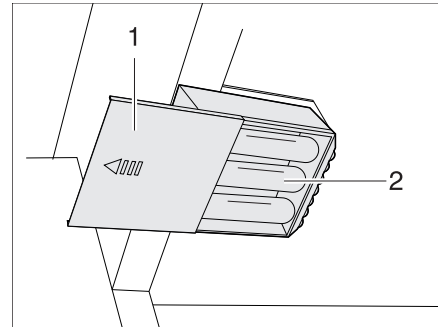

Bild 280 Klädskåpslampan med lysdiod, öppet batterifack
- Ta ut batterierna (Bild 280,2) ur batterihållaren.
- Sätt in nya batterier (Bild 280,2) av samma typ och se till att polerna (+/-) kommer rätt.
- Skjut på locket (Bild 280,1) igen.